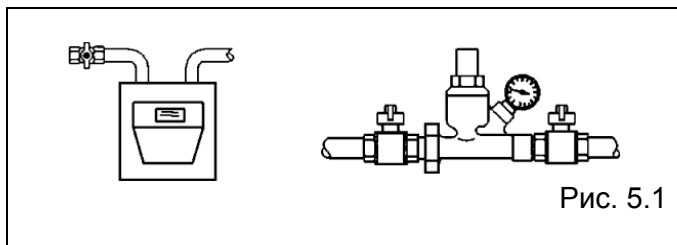

Рис. 5.1
- Закройте краны на газопроводе и на водопроводе (рис. 5.1);